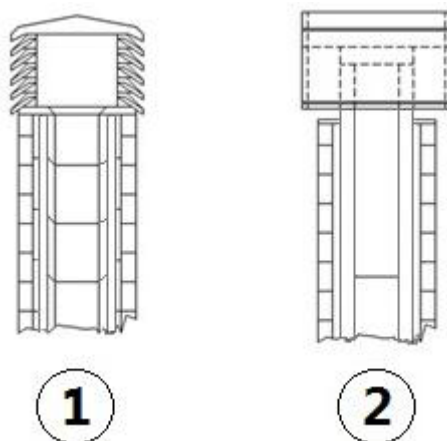

Fig. 5 - Chapéus antiventos
- Recomenda-se um chapéu antiventos, ver **Fig. 5** pág. 7.
- Condução de evacuação de fumos externo realizado exclusivamente com tubos inox isolados, isto é, com dupla parede de no mínimo Ø120 mm: estrutura bem fixada à parede. Com chapéu antivento (ver Fig. 5 pág. 7).